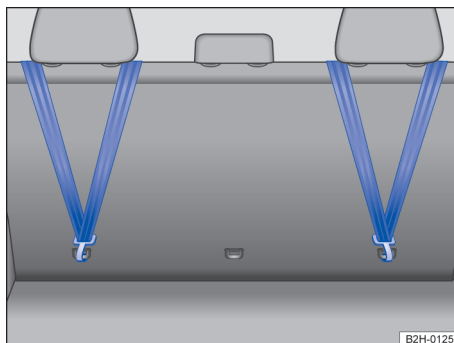

Fig. 54 En la parte posterior del respaldo del asiento trasero: cinturón de fijación superior enganchado.
5. Enganche el cinturón de fijación superior en la argolla de sujeción correspondiente → fig. 54